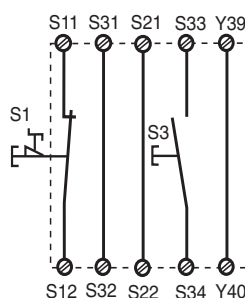

Fig. 3: Circuito de entrada monocal, arranque supervisado / Circuito di entrata ad un canale, Start controllato / Eénkanalig ingangscircuit, bewaakte start
- Figs. 3, 4, 5, 6, 8:
- Fig. 3, 4, 5, 6, 8: **nessun** collegamento S13-S14
- Fig. 3, 4, 5, 6, 8: **geen** verbinding S13-S14